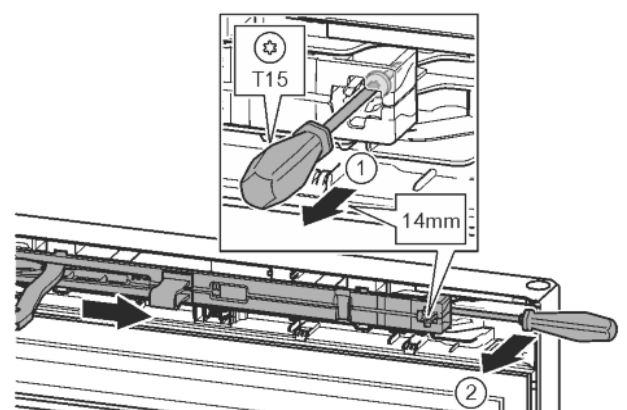

Fig. 12
- ▶ Ослабить винт на узле амортизатора с помощью отвертки T15 примерно на 14 мм. Fig. 12 (1)
- ▶ Отверткой со стороны ручки переместиться за узел амортизатора и повернуть вперед. Fig. 12 (2)
- ▶ Извлечь узел амортизатора. Fig. 12 (3)